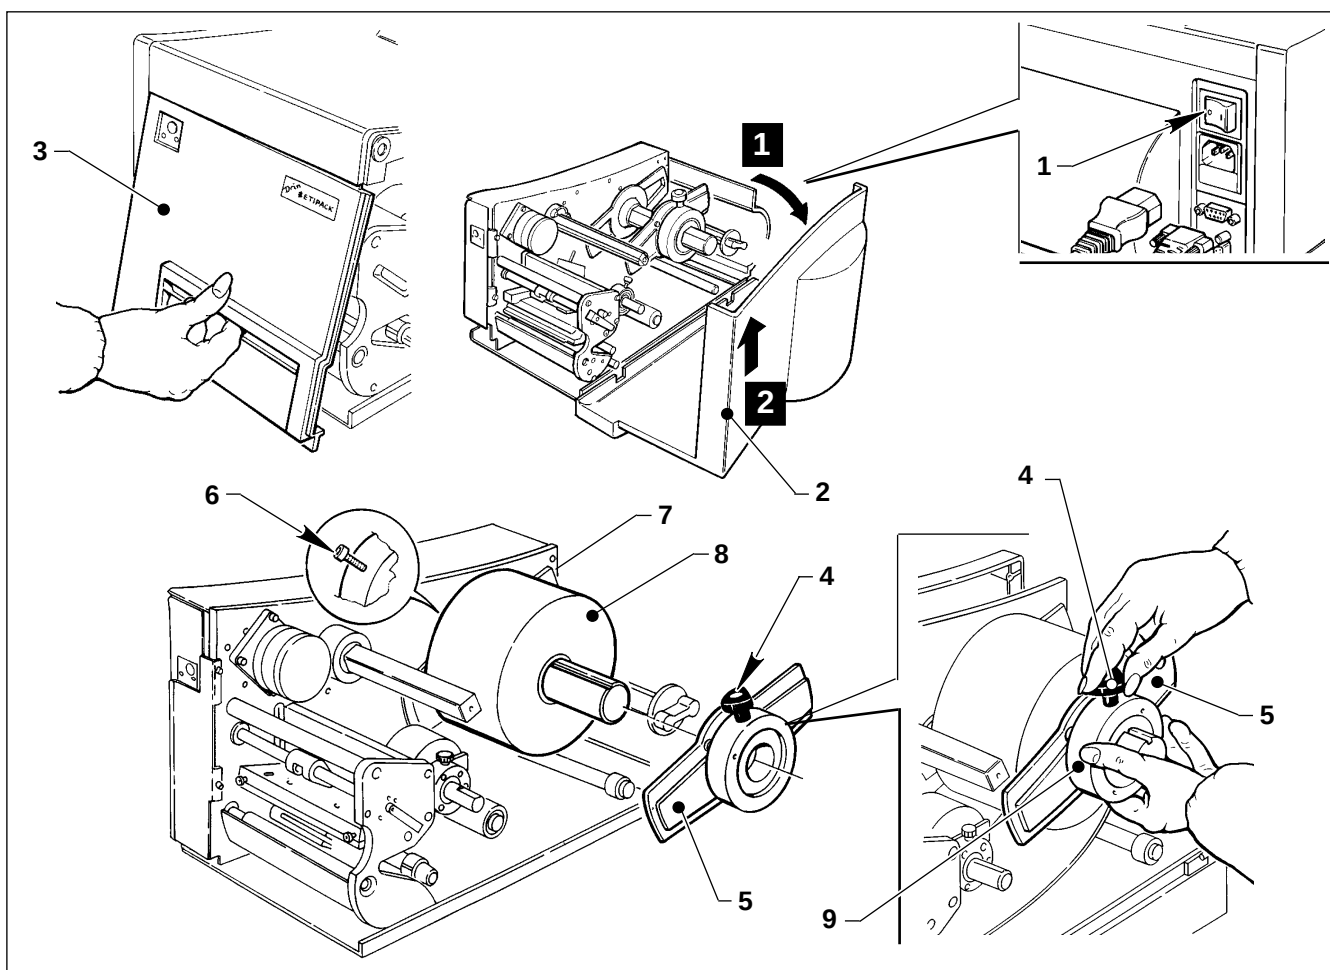

Fig. 1 INFILAGGIO BOBINA ETICHETTA
2.1 INFILAGGIO E REGOLAZIONE BOBINA ETICHETTA (Fig. 1)
- Aprire il carter (2) laterale, se necessita la sua rimozione spostarlo verso sinistra fino a sganciarlo.
- Togliere lo sportello accesso testa (3) spostandolo lateralmente verso destra e alzandolo dalla parte posteriore.
- Allentare il pomello (4) ed estrarre il piattello mobile (5).
- Allentare la vite (6) del piattello fisso (7) ed effettuare una centratura di massima dell'etichetta rispetto la testa di stampa.
- Inserire la bobina (8) e rimontare il piattello mobile (5) spingendolo contro la bobina (8) e mantenendo premuta la ghiera (9) avvitare il pomello (4).
2.1 LABEL ROLL FEED INSTRUCTIONS (Fig. 1)
L'operazione di infilaggio è conclusa nel caso si usi carta termica, quindi rimontare il carter (2 Fig. 1) e lo sportello accesso testa (3 Fig. 1), nel caso di stampa con foil procedere al suo infilaggio come indicato nel paragrafo 2.2.
If using thermal paper, label roll feeding is completed. Reassemble the guard (2 Fig. 1) and the printing head inspection door (3 Fig. 1). In case of Foil printing, proceed with Foil roll feeding as described in section 2.2.